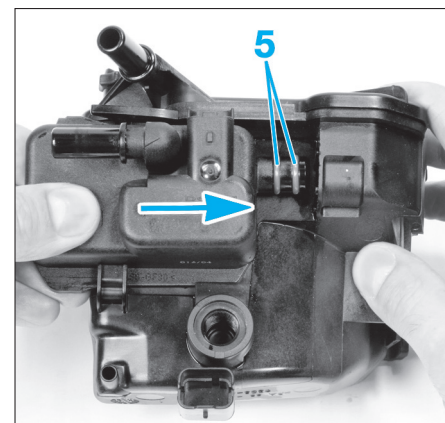

FIG. 61
- reposer le réchauffeur de carburant avec des joints neufs (5) (Fig.61),